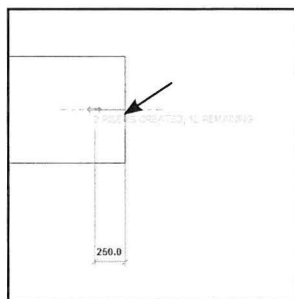

Fig. 10.39. Tegn 2 trin.
- Tegn to trin fra højre imod venstre (Fig. 10.39).